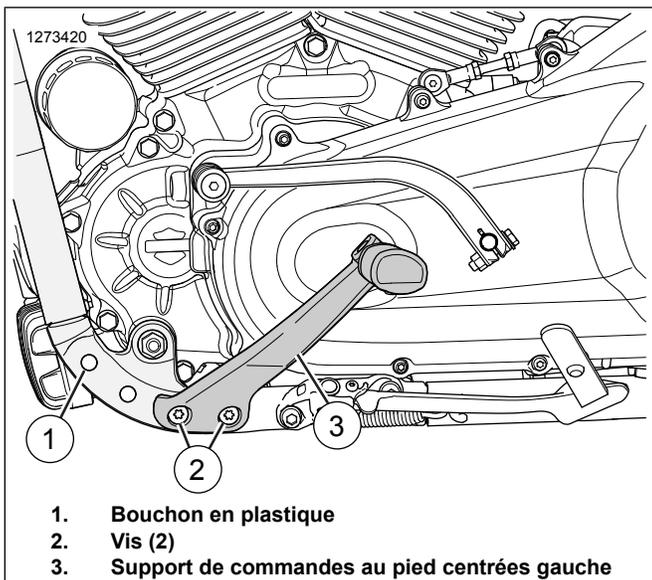
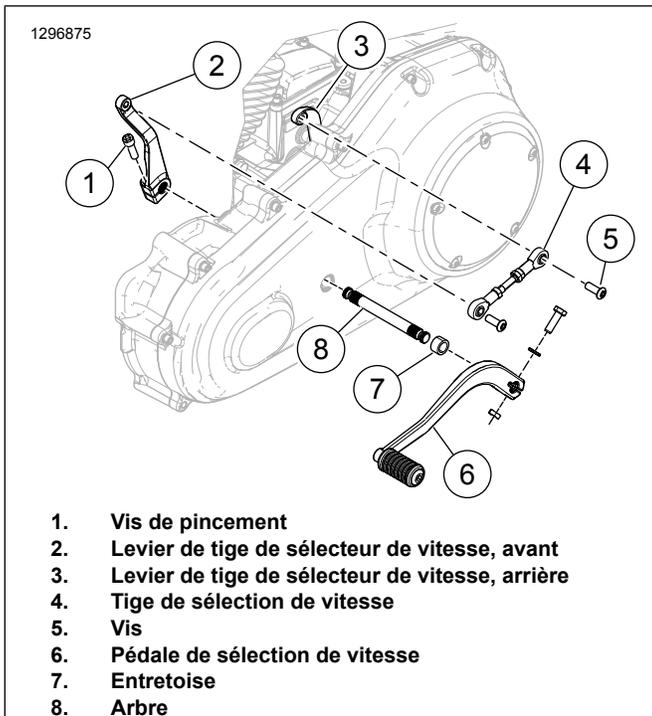

Figure 1. Support de commandes au pied centrées gauche
Figure 2. Tringlerie du sélecteur : Modèles à commande au pied centrée
b. Déposer l'axe de chape (1).
c. Enlevez le repose-pied (4).
d. Déposer le ressort de torsion (2).
2. Voir Figure 1. Déposer le support de commandes au pied centrées gauche (3).
a. Déposer les vis (2).
3. Déposer et jeter le bouchon en plastique (1) s'il y en a un.
4. Voir Figure 2 . Déposer l'ensemble de sélecteur.
a. Retirez la vis (5) afin de séparer le levier de vitesse (4) de la tige de commande arrière (3).
b. Retirez la vis de serrage (1) de la tige de commande avant (2).
c. Tirez le levier de vitesse à pied (6) et l'arbre (8) vers l'extérieur jusqu'à ce que la tige de commande avant (2) soit libre.
e. Retirez le levier de commande au pied, l'arbre et l'entretoise (7).